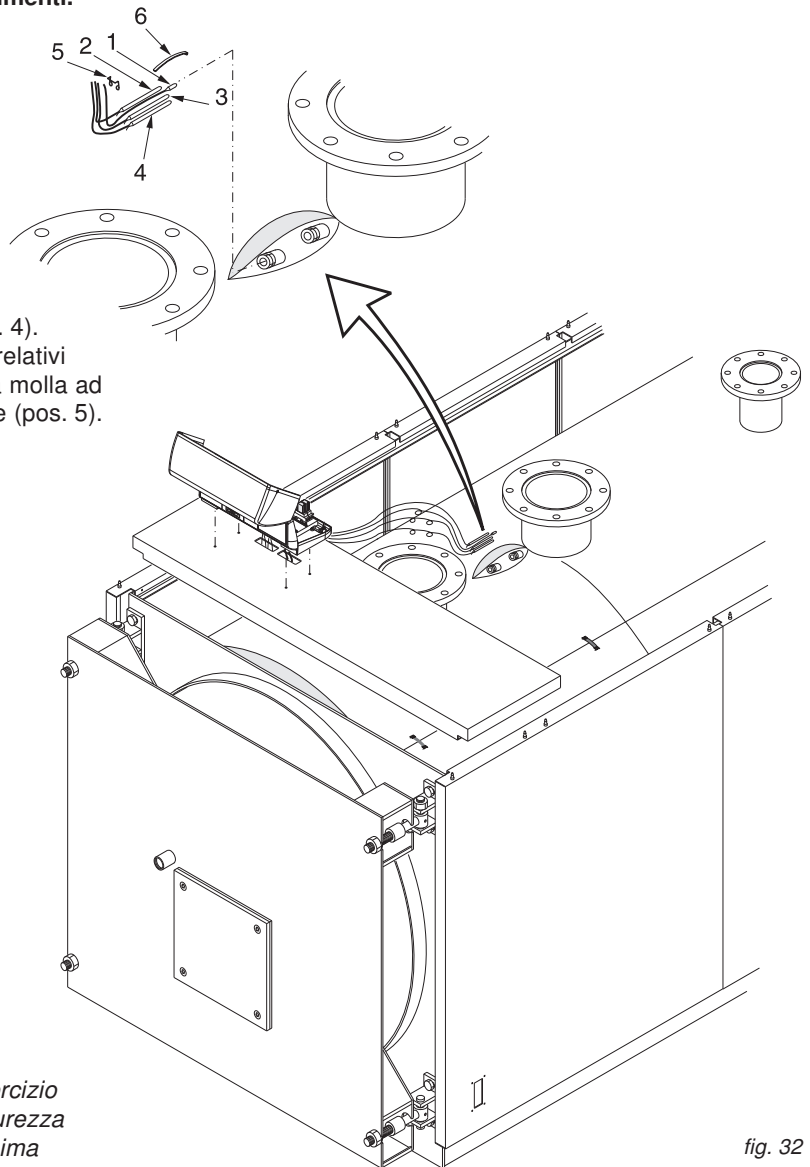

fig. 32
- G) Inserire nelle guaine i bulbi degli strumenti come indicato in fig. 32 ed eseguire il collegamento elettrico del pannello comandi alla linea di alimentazione, al bruciatore ed alle eventuali pompe, etc.